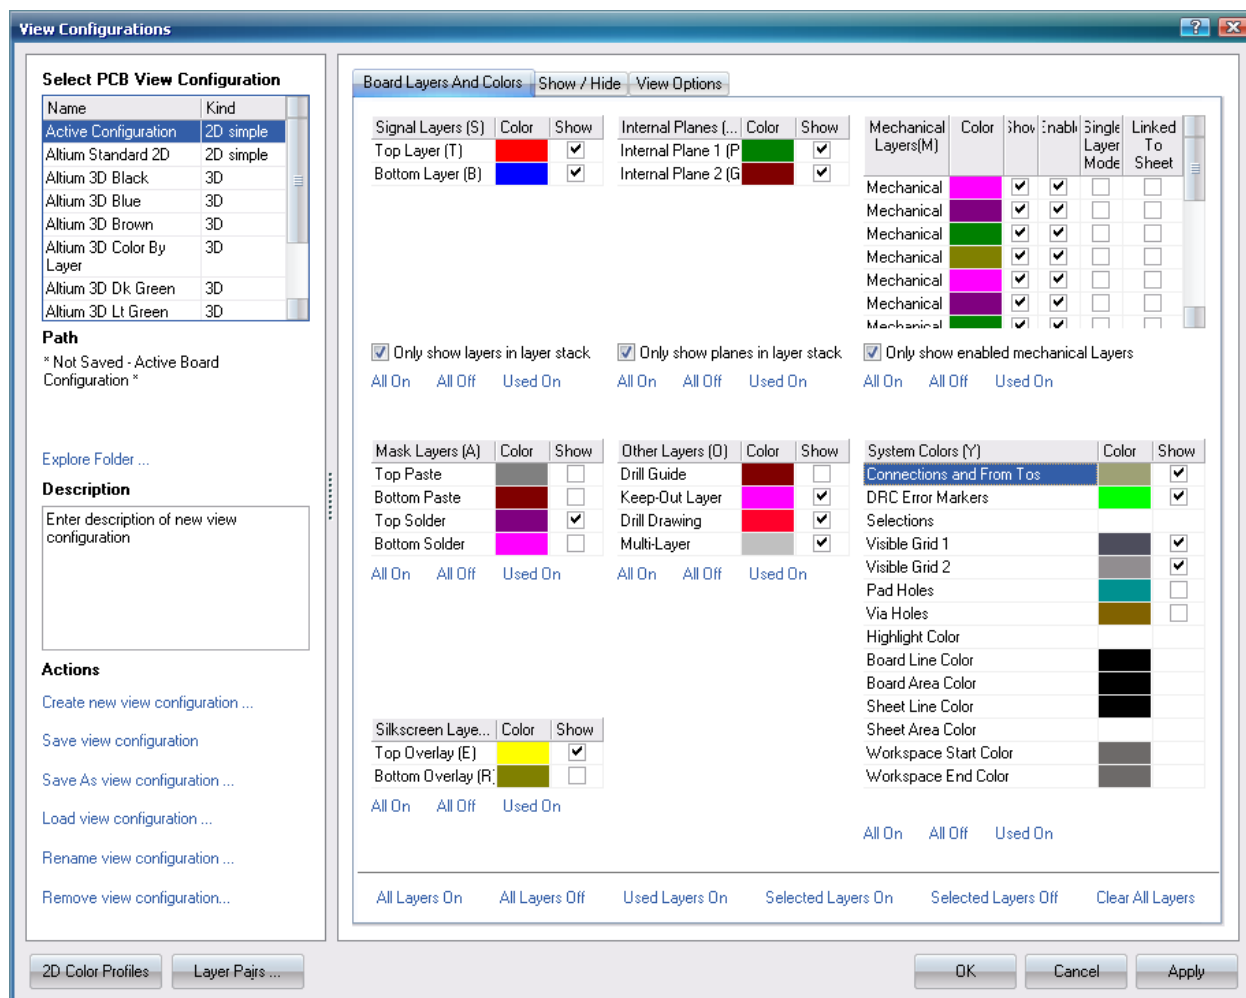

Рисунок 8
1) Відкрити діалогове вікно *View Configurations* (Конфігурації відображення) вибравши *Design > Board Layers & Colors* (Проектування > Шари плати і кольору) (рис. 8). Активна конфігурація відображається в таблиці *Select PCB View Configuration* (Виберіть конфігурацію виду друкованої плати) в лівій верхній частині діалогового вікна. За умовчанням 2D режим.